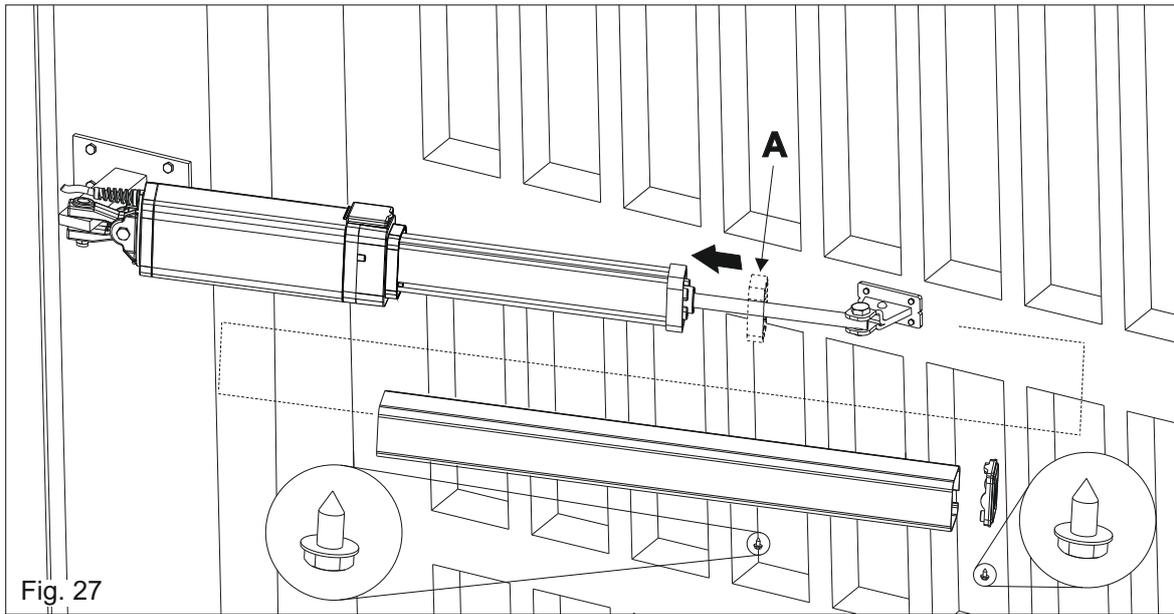

Fig. 27
Asegurarse de haber insertado el marco de plastico antivibración (A) antes de insertar la cubierta cubre pistón (Fig. 27)